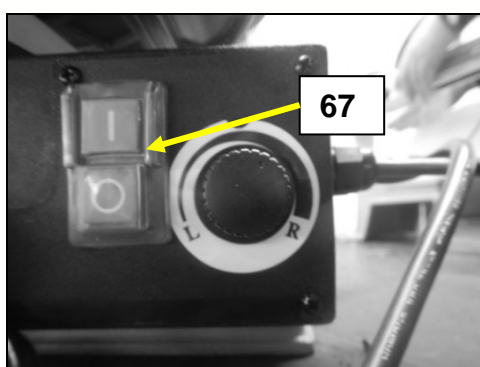

Fig 24
- Appuyez sur le bouton vert de l'interrupteur (67) marqué "I" pour la mise sous tension (Voir Fig 24).
- Arrêtez la machine en relâchant la pédale, puis mettez la machine hors tension en appuyant sur le bouton rouge de l'interrupteur (67) marqué "O" (Voir Fig 24).